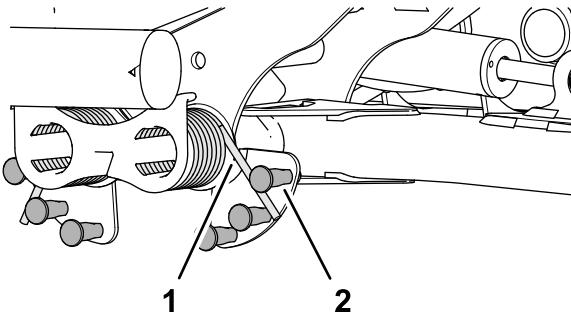

Bild 84
2. Stecken Sie das lange Ende der Gegengewichtsfeder in ein Rohr oder einen ähnlichen Gegenstand und schwenken Sie die Feder um den abgesetzten Bolzen in die gewünschte Position (Bild 84).